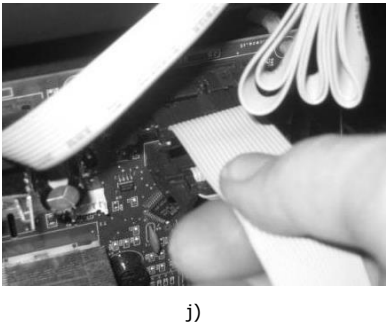

Figura 148 – Instalación del cronotermostato
c) Conecte los cables al conector del contacto ON/OFF (Figura 148-e). Pase los hilos por la rendija que se encuentra en el lateral del equipo, hacia el interior de la estufa (Figura 148-f).
d) Monte la interfaz en el respectivo lugar de la estufa y conecte el enchufe del mando externo (contacto On/Off (encendido/apagado)) en la posición "remote" (remoto) (Figura 148-i).